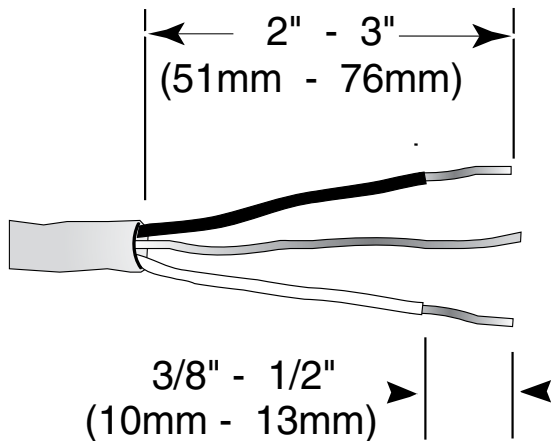

Figura 8
2. Retire entre 2 pulg. y 3 pulg. (51 - 76 mm) del revestimiento externo del cableado de suministro del hogar o del campo, como se muestra en la **Figura 8**. Retire entre $\frac{3}{8}$ pulg. y $\frac{1}{2}$ pulg. (10 - 13 mm) del aislamiento de cada cable como se muestra en la **Figura 8**.